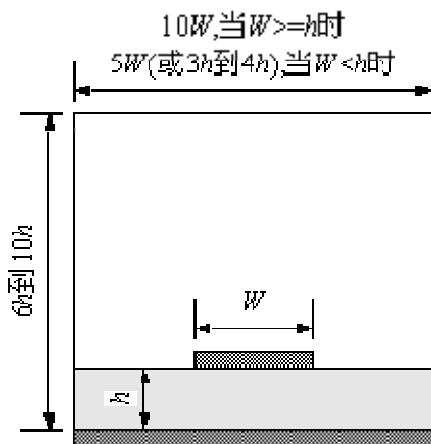

图 1 微带线波端口大小设置
- 值得注意的是 , 在设置波端口大小时也是很讲究的 , 以经常遇到微带线端口为例 , 如果设微带线宽为 W , 高为 h , 设置如图 1 所示。